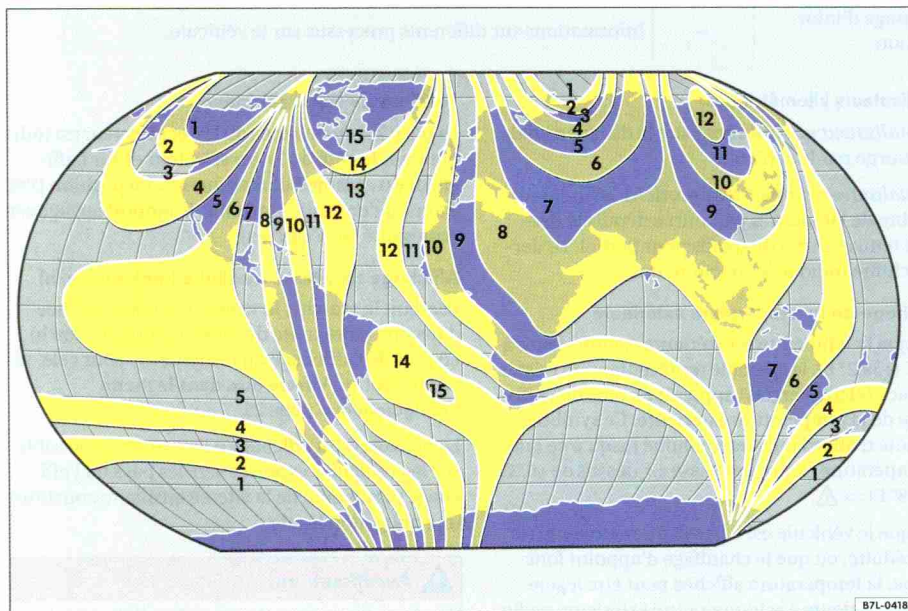

Fig. 9 Zones de la boussole
- Sélectionnez la zone de boussole correspondant à votre position actuelle ⇒ fig. 9. ▶